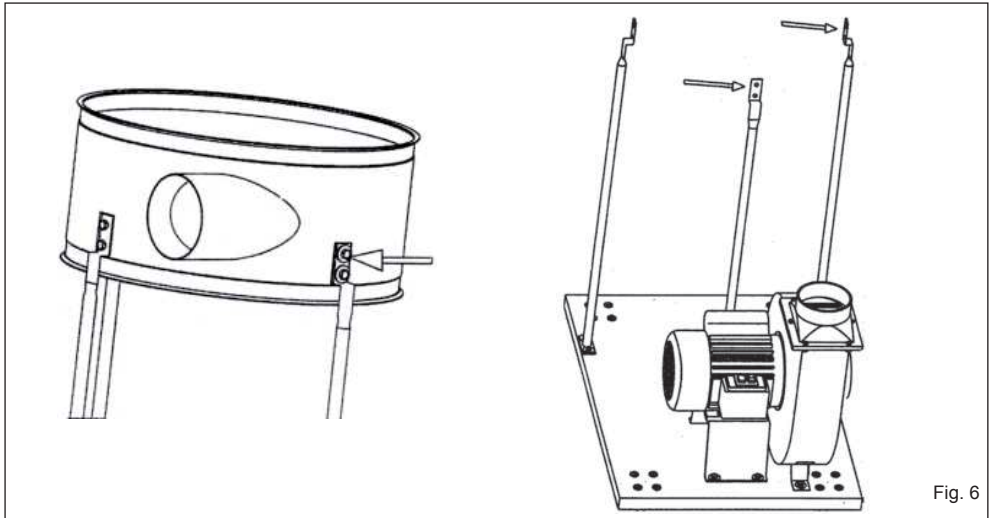

Fig. 6
5. Fixar o conjunto motor/tambor, o gancho de suporte do saco e os suportes utilizando os parafusos próprios, anilhas e porcas (Fig. 6).